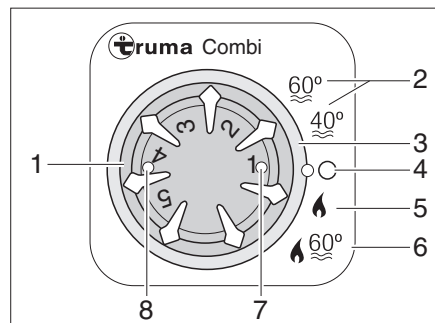

Bild 207 Bedieneinheit für Heizung/Boiler
*Betriebsart wählen:* ■ Betriebsart mit dem Drehschalter (Bild 207,3) einstellen.
**Winterbetrieb** Die Heizung wählt nach eingestellter Heizstufe selbstständig die benötigte Brennerstufe. Bei Betriebsart "Heizung und Boiler" (Bild 207,6) wird auch das Wasser im Boiler erhitzt. Die Heizung kann in der Betriebsart "Heizung ohne Boiler" (Bild 207,5) mit leerem Boiler betrieben werden.
■ Temperaturdrehknopf (Bild 207,1) an der Bedieneinheit auf gewünschte Heizstufe stellen.
■ Drehschalter (Bild 207,3) auf Winterbetrieb "Heizung ohne Boiler" (Bild 207,5) oder auf Winterbetrieb "Heizung und Boiler" (Bild 207,6) stellen.
Grüne Kontroll-Leuchte (Bild 207,7) leuchtet.
- Drehschalter (Bild 207,3) auf "O" (Bild 207,4) stellen.
Die Kombination Gasbetrieb und 230-V-Elektrobetrieb verkürzt die Aufheizzeit (nur möglich, wenn die Heizung an der Bedieneinheit (Bild 207) auf Winterbetrieb gestellt ist).